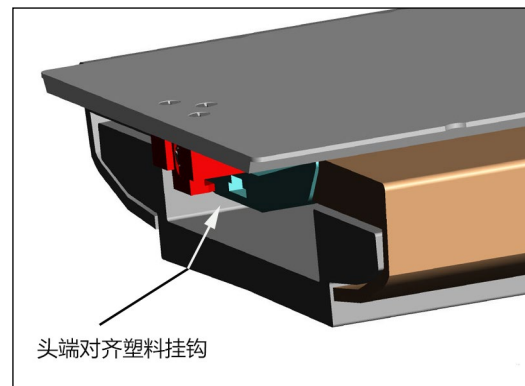

图 43
5. 将 CT 覆盖罩朝向 CT 床板脚端滑动, 直至锁梢固定在 CT 床板配件安装孔上腔中。(此对齐将使 CT 端部左、右和垂直固定) (图 43)。